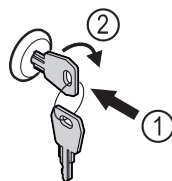

Fig. 96
- ▶ Zatlačte kľúč Fig. 96 (1).
- ▶ Otočte kľúč o 90° v smere hodinových ručičiek Fig. 96 (2).